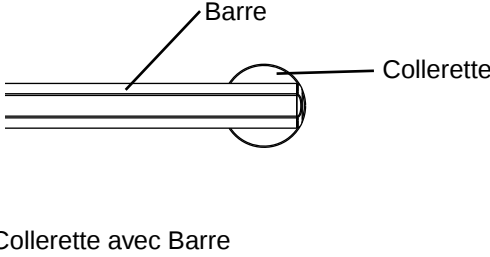

Figure 1B
6. Retirer la collerette de la barre (voir Figure 1B).